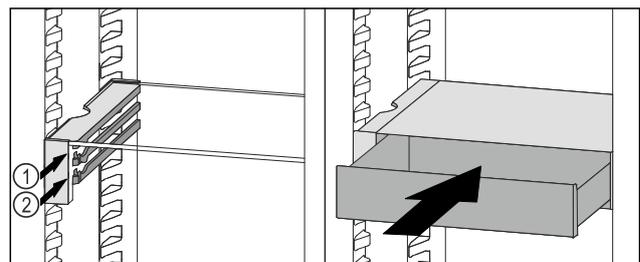

Fig. 132
- ▶ Placer le tiroir VarioSafe derrière les butées sur la nervure désirée Fig. 132 (1) ou Fig. 132 (2).